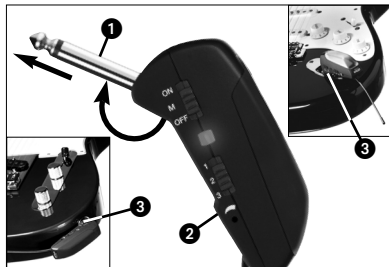

Fig. 3: Sujetar el transmisor
4.1 Sujetar el transmisor (véase Fig. 3)